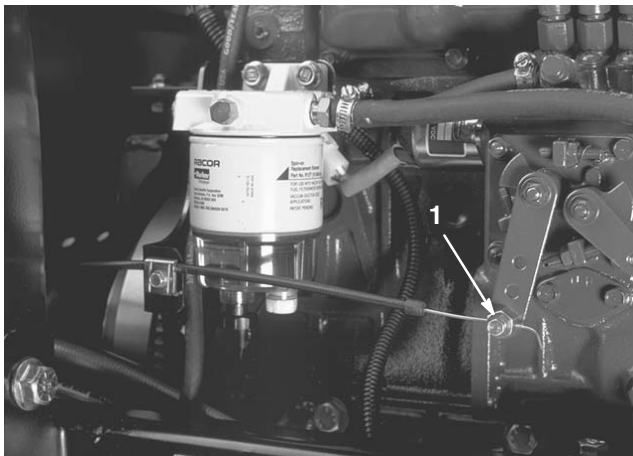

Bild 53
2. Lockern Sie den Anschluss des Gaszuges am Hebel der Einspritzpumpe (Bild 53).